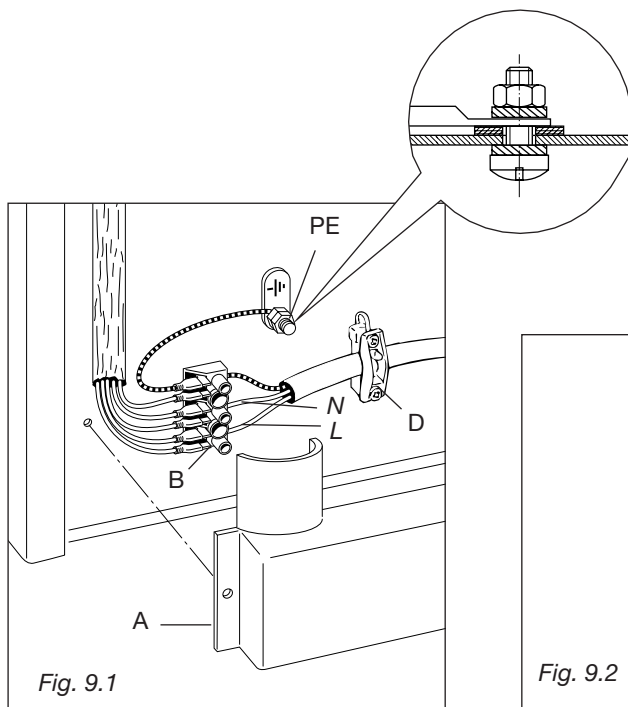
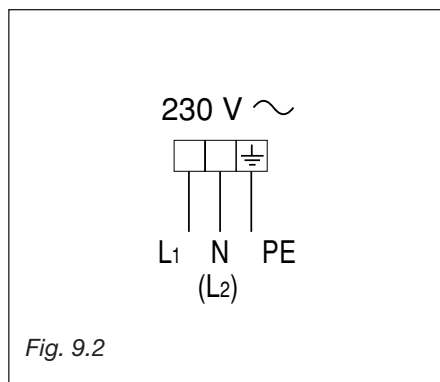

Fig. 9.1
Fig. 9.2
- Dévissez les vis de fixation de la protection "A" située derrière la cuisinière (fig. 9.1).
- Placez le câble d'alimentation à travers du collier de serrage "D" (fig. 9.1).
- Reliez les fils à la borne serre-fils "B" comme illustré dans le schéma de la figure 9.2; ou reliez les fils de phase à la borne serre-fils "B" et le fil de terre sur la borne PE (fig. 9.1).